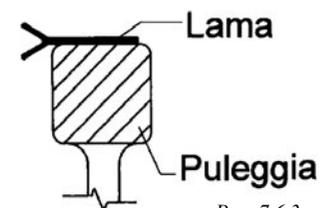

Рис. 7.6.3
- Проверьте расположение пильного полотна на двух шкивах: пильное полотно должно опираться на два шкива, за исключением лезвия, которое должно выступать за пределы шкива, см. рис. 7.6.3. Вручную поверните два шкива и проверьте правильность расположения пильного полотна.